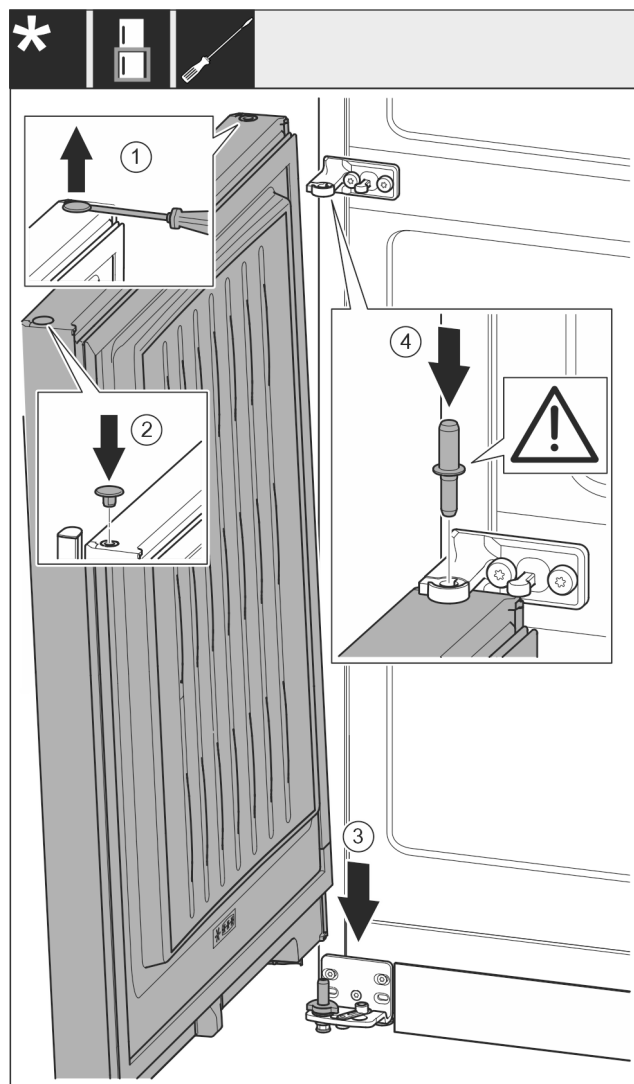

Fig. 24
- Sollevare il tappo Fig. 24 (1) con cautela con un cacciavite a intaglio ed estrarlo.
- Reinserire il tappo Fig. 24 (2) sull'altro lato della porta.
- Inserire la porta Fig. 24 (3) dall'alto sul perno di supporto inferiore.
- Inserire il perno di supporto centrale Fig. 24 (4) attraverso il blocco di supporto centrale nella porta inferiore. Facendo ciò assicurarsi che la camma di arresto sia rivolta all'indietro.